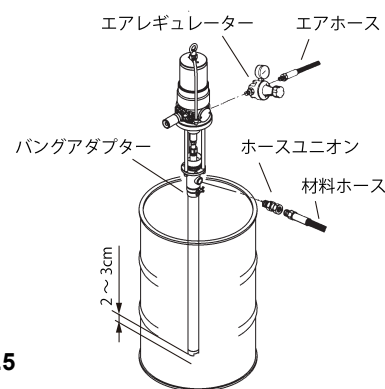

Fig.5
- 2) バングアダプターにポンプを差込み、ポンプの下端 (フットバルブ部) がドラム缶の底に当たったら、2~3 cm ポンプを持上げてポンプのフットバルブとドラム缶の底との間に隙間をとり、バングアダプターの蝶ネジを締めてポンプを固定してください。(Fig.5)